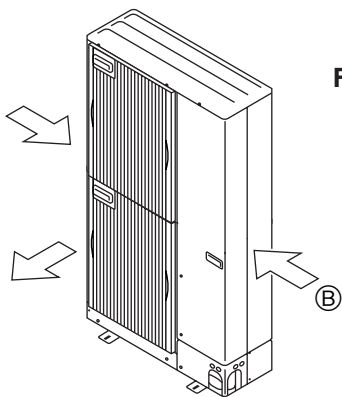

Fig. 3-4
- ③ По возможности разместите прибор так, чтобы воздух из выходного отверстия выдувался в направлении, перпендикулярном к сезонному направлению ветра. (Fig. 3-4)